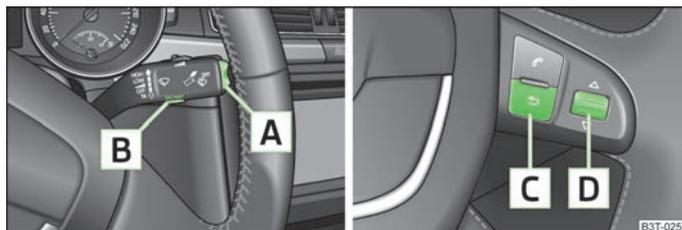

Fig. 8 Visor de informações: Elementos de comando na alavanca do limpa-vidros / elementos de comando no volante multifunções
- ▶ Pode activar o **Main menu (Menu principal)**, premindo o botão basculante **A** » Fig. 8 durante mais de 1 segundo.
- ▶ Pode activar o **Main menu (Menu principal)**, premindo o botão basculante **C** » Fig. 8 durante mais de 1 segundo.